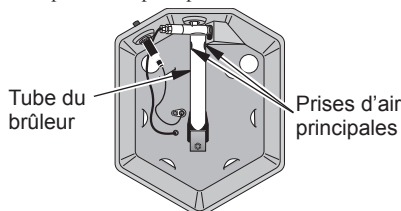

Figure 4 - Vue de dessous du convecteur
Pour vérifier la flamme du brûleur, observez-la par les orifices de ventilation de la partie supérieure du convecteur. La couleur dominante de la flamme du brûleur doit être bleue avec un peu de jaune à ses extrémités. Si la couleur dominante de la flamme du brûleur est jaune, les prises d'air principales du tube du brûleur sous la base du convecteur sont peut-être bloquées (voir Figure 4).
2. Retournez le convecteur pour repérer les prises d'air principales du tube du brûleur (voir Figure 4). Le cas échéant, enlevez les débris qui bloquent les prises d'air principales.